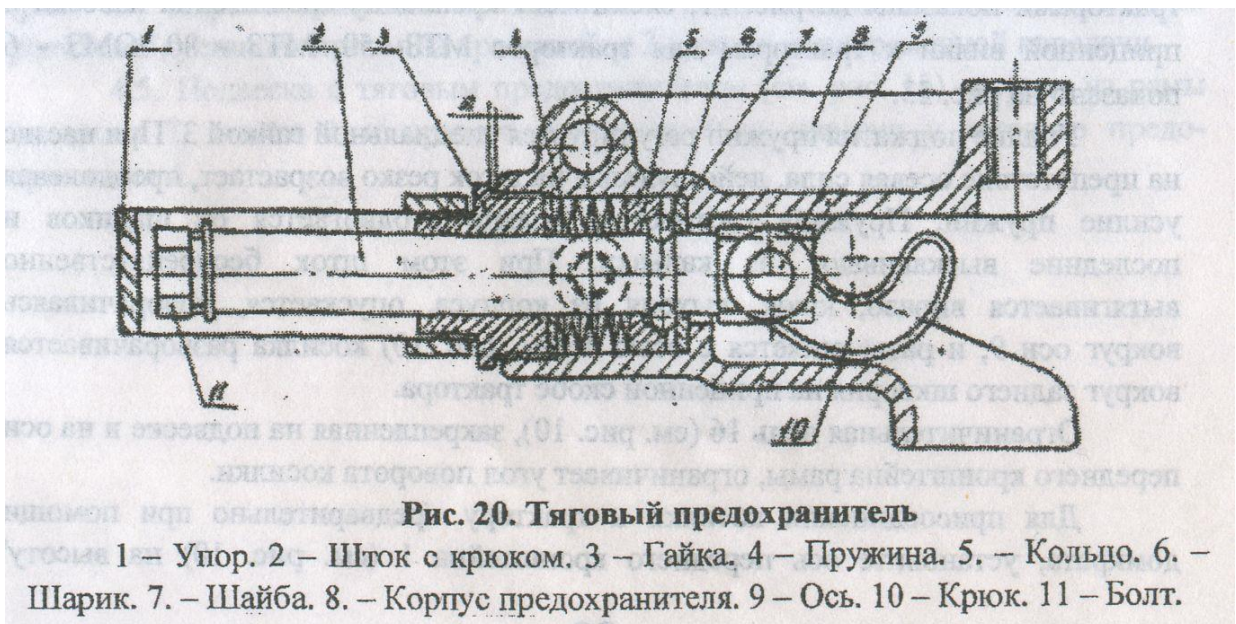

Рис. 20. Тяговый предохранитель
4.5.3. Тяговый предохранитель (рис. 20) предназначен для предохранения режущих аппаратов от поломок при наезде на препятствия, путём отвода их назад.
расположения люка корпуса 8 (см. рис. 20). Затем, подавая трактор назад, разверните косилку против часовой стрелки до попадания оси, закреплённой на переднем бруске косилки, в люк корпуса предохранителя.
При надавливании осью на торец штока автоматически защёлкивается тяговый предохранитель. Для расщёлкивания тягового предохранителя при отсоединении косилки от трактора необходимо выворачивать болт 11 (см. рис. 20). Упираясь головкой в скобу 1, он вытолкнет шток 2.